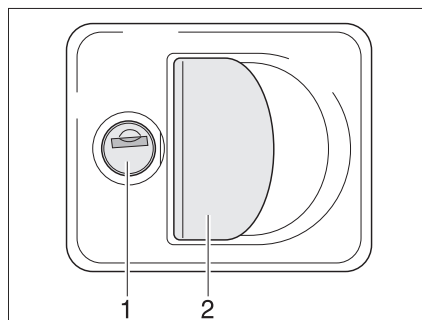

Fig. 45 Cerradura de la trampilla con tirador concha
- Introducir la llave en el cilindro de cierre (Fig. 45,1) y girarla un cuarto de vuelta. La cerradura de la trampilla está desbloqueada.
- Tirar del asidero de la cerradura (Fig. 45,2). La trampilla exterior está abierta.